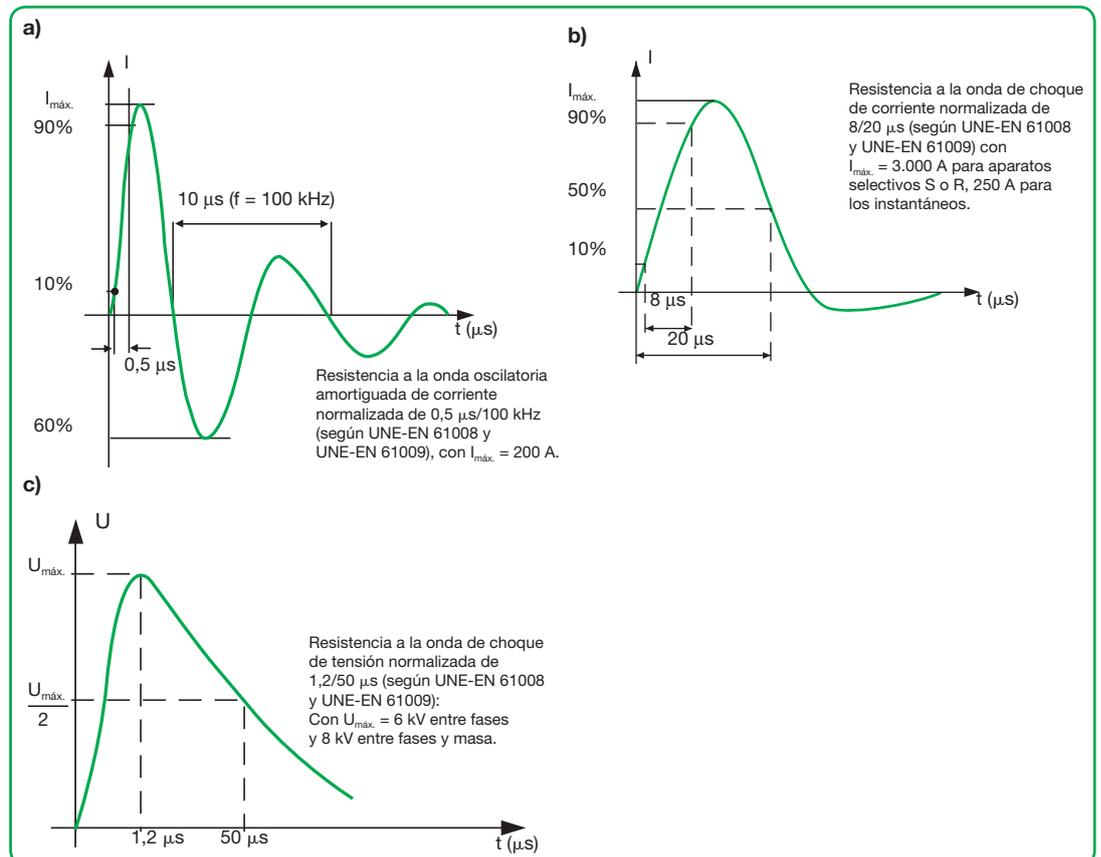

Fig. 4.9. Ondas de choque normalizadas de tensión y corriente.
- Una sobretensión que aparezca entre los conductores activos y tierra, con la perturbación fugándose aguas arriba de los diferenciales (fig. 4.9 c).
- Una sobreintensidad de la cual una parte se fuga aguas abajo de los diferenciales a través de las capacidades parásitas (fig. 4.9 a).
- Una sobreintensidad que detecta el diferencial y que se debe a una sobretensión del tipo anterior 4.9 c (fig. 4.9 b).